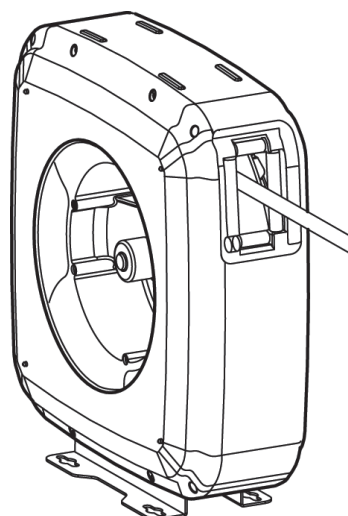

Fig. 9
- Liberar o trinquete e soltar lentamente a mangueira para que ela enrole sozinha (fig. 9).